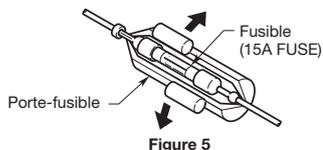

Figure 5
- Pour remplacer le fusible, retirez le fusible sauté du câble d'alimentation et installez-en un nouveau. (Figure 5)